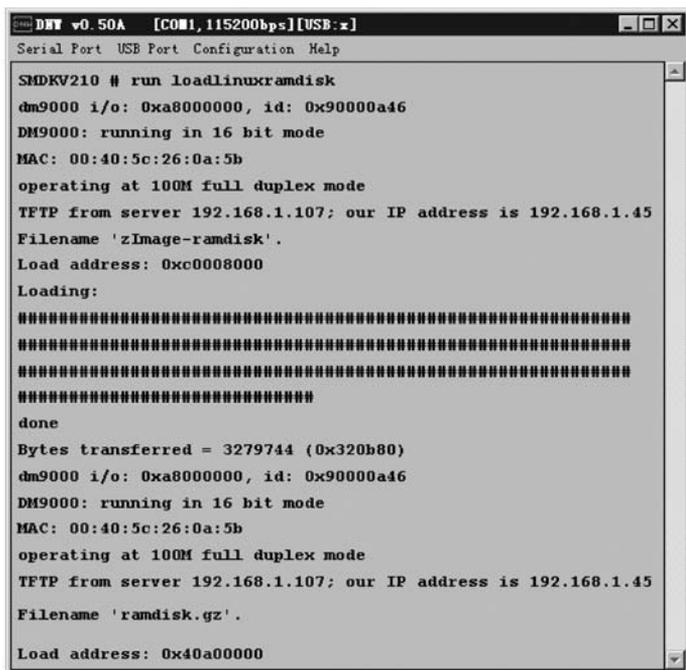

图 5.21 将 Linux 内核与 ramdisk 文件系统下载到 SDRAM 中
(5) 运行 U-BOOT 命令 run loadlinuxramdisk,通过连接宿主机 TFTP 服务,将 Linux 内核与 ramdisk 文件系统下载到 SDRAM 中,命令执行情况如图 5.21 所示。